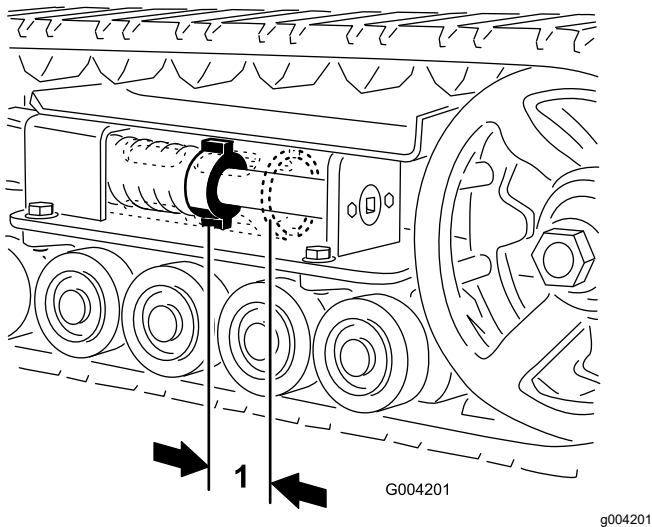

Bild 44
Der Abstand zwischen der Spannungsmutter und der Rückseite des Spannungsrohrs sollte 7 cm sein (**Bild 44**). Stellen Sie ansonsten die Kettenspannung wie folgt ein:
5. Drehen Sie die Spannschraube mit einer Ratsche ($\frac{1}{2}$ ") nach links, bis der Abstand zwischen der Spannmutter und der Rückseite des Spannungsrohrs 7 cm beträgt (**Bild 44**).
12. Drehen Sie die Spannschraube nach links, bis der Abstand zwischen der Spannmutter und der Rückseite des Spannungsrohrs (Bild 44) 7 cm beträgt.
18. Drehen Sie die Spannschraube nach links, bis der Abstand zwischen der Spannmutter und der Rückseite des Spannungsrohr (**Bild 44**) 7 cm beträgt.